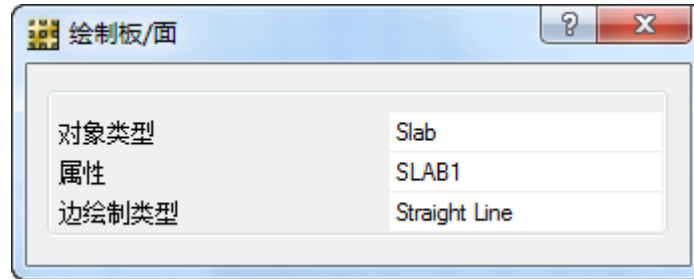

图22 绘制板/面对话框
- E. 点击命令**绘图菜单> 绘制板/面**打开绘制板/面对话框，如图 22 所示。如果该对话框遮住了部分模型，可以在蓝色标题栏位置按住鼠标左键，拖动对话框到合适的位置。